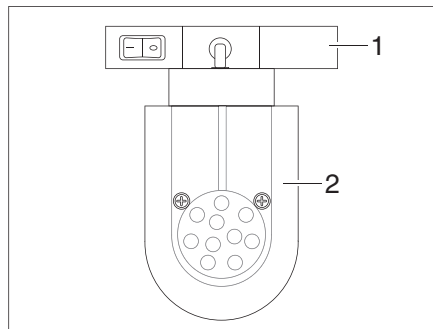

Bild 105 Spotleuchte (Beispiel)
- Halterung (Bild 105,1) fassen und um 45° drehen.
- Spotleuchte (Bild 105,2) aus Schienensystem entnehmen.
- Spotleuchte (Bild 105,2) an gewünschter Position in das Schienensystem einsetzen und um 45° drehen.